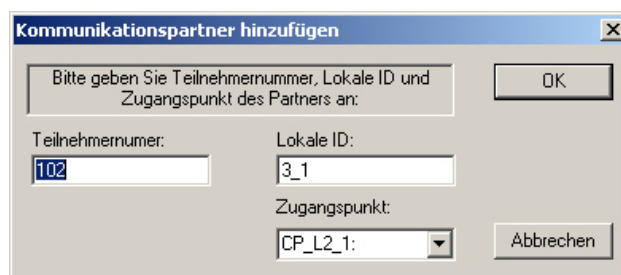

Bild 3-25 Eingabedialog zur Projektierung der Daten einer lokalen TIM
1. Klicken Sie auf die Schaltfläche *Neu...*, der Dialog *Kommunikationspartner hinzufügen* erscheint (siehe Bild 3-25).